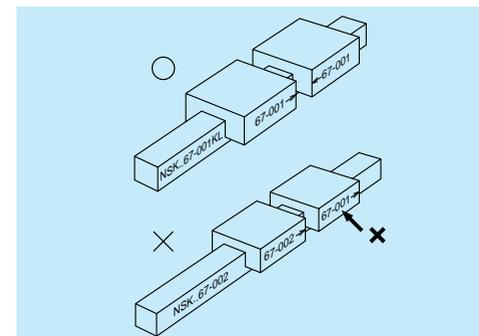

图 10.28
- 不得已需要将滑块从导轨上拔出时，请一定要确认产品编号和箭头朝向，装配时按照原方向插入 (图 10.28)。